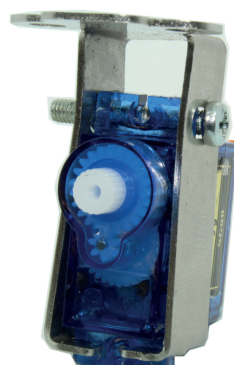

Fig.3
2. Serrare la flangia di tenuta inserendo il bullone dal lato destro, facendolo passare posteriormente alla aletta di plastica del motore, fig.3 e 4